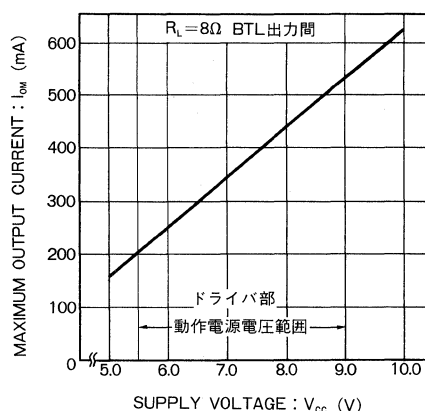

Fig.2 電源電圧-最大出力電流
* ドライバ部の最大出力振幅によって制限をうける最大出力電流と、電源電圧の関係については Fig.2 を参照してください。